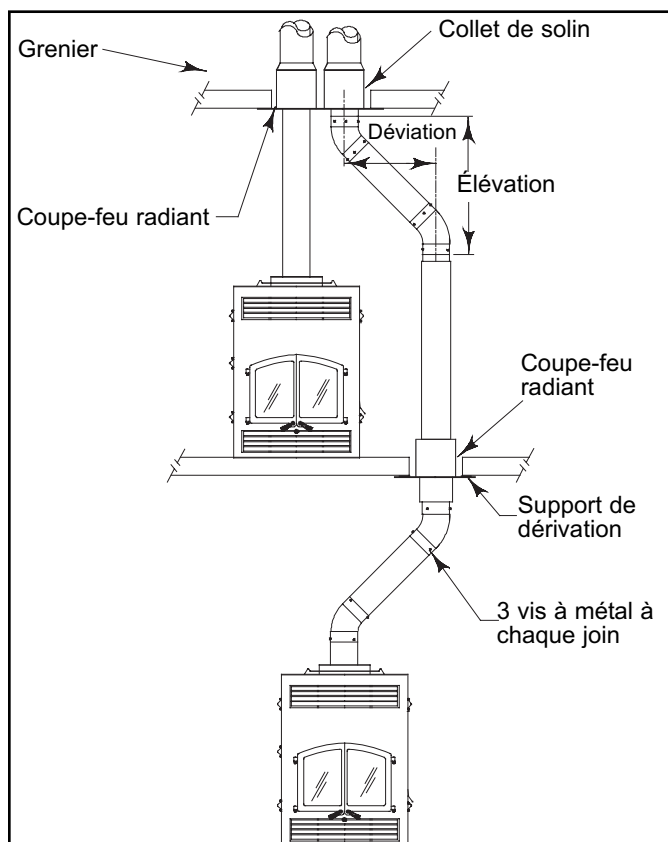
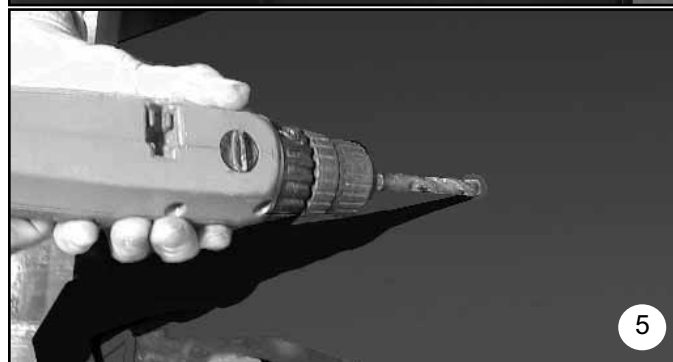

Figure 8: Cheminée coudée
Figure 18b: Installation de la trousse catalytique
- Marquez la devanture du foyer, au travers du petit trou, sur le devant du gabarit. (Figure 18b, Photo 4) Disposez ensuite de ce gabarit. Percez un trou guide à la marque à l'aide d'une mèche de petit diamètre et repercez le trou à un diamètre de 33/64". (Figure 18b, Photo 5).
Prenez la tige de dérivée et, par l'intérieur du foyer, poussez la par le trou que vous venez de percer. Par l'extérieur, tirez sur la tige. (Figure 18b, Photo 6)
4. Raccordez la tige de dérivée aux déflecteur à l'aide de la tige de rattache. (Figure 18b, Photo 7)
5. Installez le support du catalyseur, de la façon illustrée à la Figure 8. Le fond du support doit se trouver à une distance de  $18\frac{3}{4}$ " du bas de la boîte à feu et le devant doit être appuyer sur le devant de la boîte à feu. (Figure 18b, Photo 9)
7. Localisez les équerres du devant de façon à faciliter la réinstallation du conduit d'air secondaire, (Figure 18b, Photo 11). Assurez-vous que le support du catalyseur est bien retenu par les fixations.
8. Placez délicatement, le catalyseur en place et fixez le avec les vis taraudeuses  $\frac{1}{4}$ " et rondelles fournis. (Figure 18b, Photo 12)